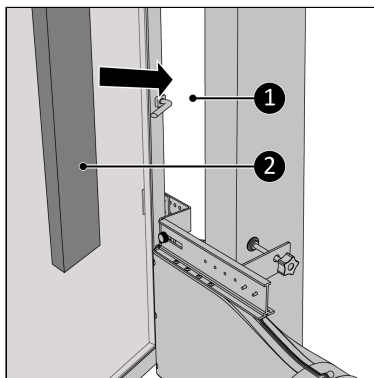

Figure 188.
16. Comblez les espaces vides (Figure 188, pos. 1) avec la mousse d'isolation accompagnant le produit (Figure 188, pos. 2). Découpez la mousse si nécessaire*.